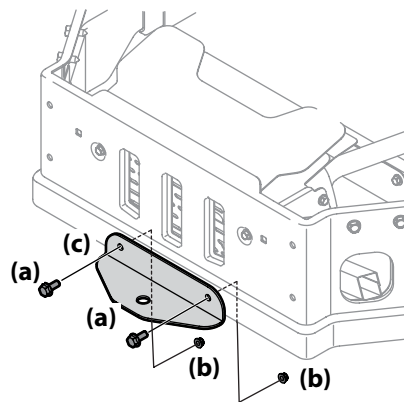

Figura 2-11
2. Coloque la ménsula de enganche como se indica en Figura 2-11 y sujétela con los tornillos hexagonales con brida y las tuercas de seguridad con brida que se extrajeron en el paso 1.